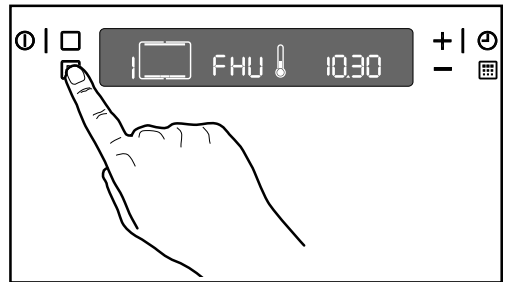

Fig. 15
4. Appuyez sur la commande de sélection de la fonction de chauffage rapide . La mention “FHU” apparaîtra sur l'écran (Fig. 15).